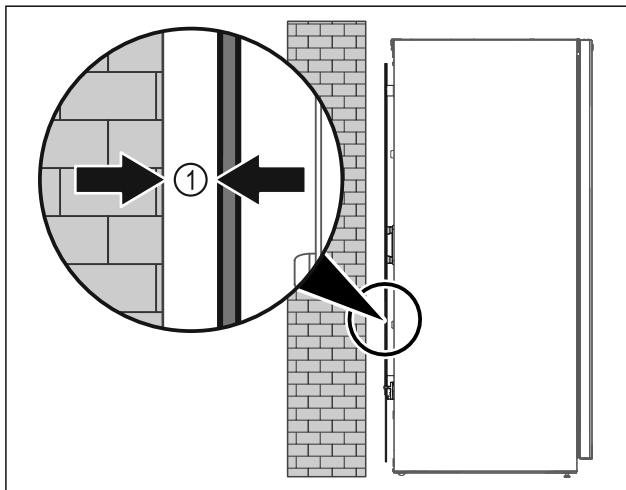

Fig. 50
- Gerät entweder frei im Raum oder direkt an einer Wand mit einem Mindestabstand von 5 mm Fig. 50 (1) aufstellen.